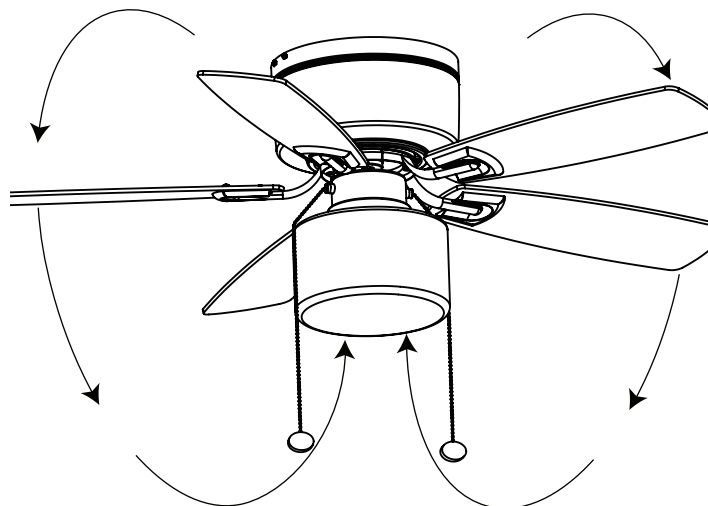

Figura 16
**Clima fresco– (Reversa)** Una corriente de aire hacia arriba hace salir el aire caliente del área del techo como se muestra en la Figura 16. Esto le permite ajustar su unidad de calefacción a un ajuste más bajo sin afectar su comodidad.